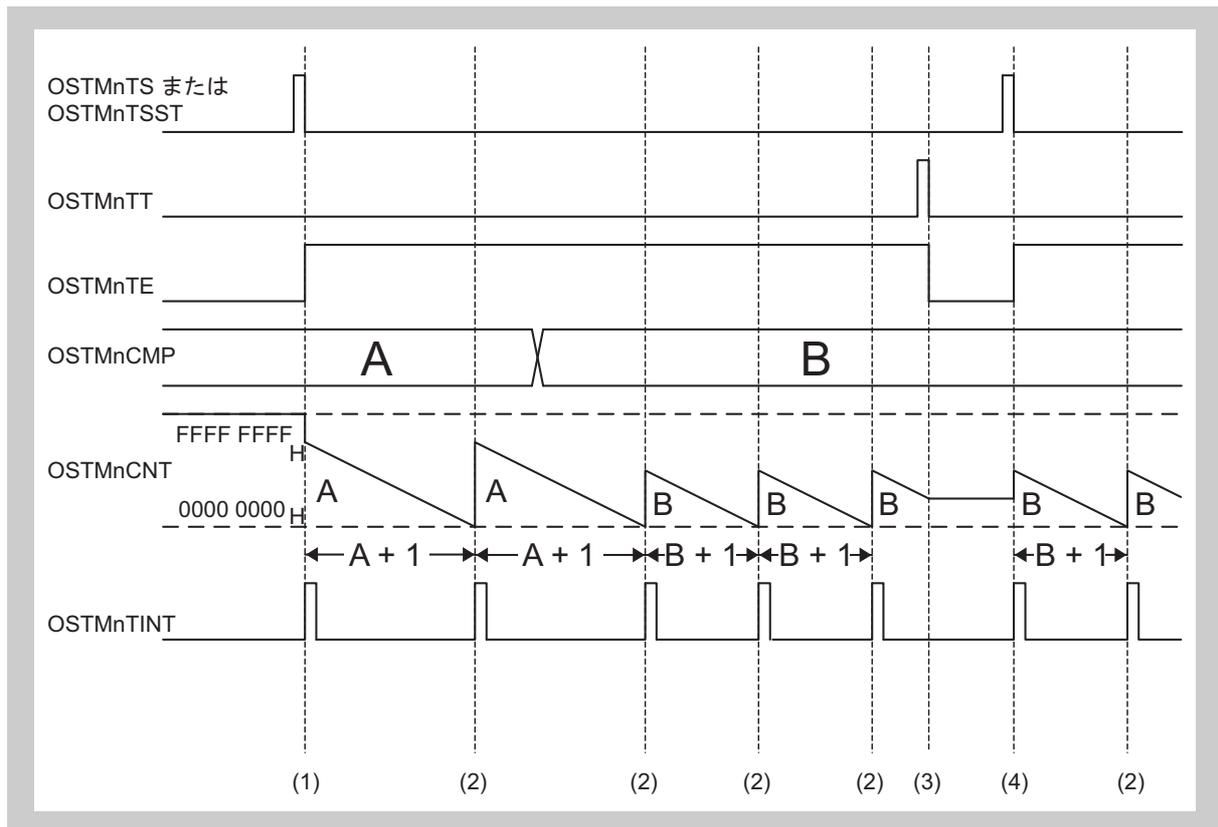

図 11-5 インターバル・タイマ・モードの OS タイマのタイミング図
1. カウンタは、図 11-5「インターバル・タイマ・モードの OS タイマのタイミング図」で説明されているように動作を開始します。